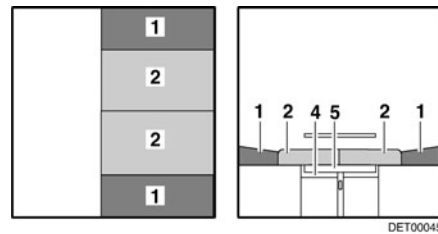

Fig. 104 Después de la transformación
- Tirar de los cojines del asiento (Fig. 104,2) hacia el centro.
- Colocar los cojines del respaldo (Fig. 104,1) entre los cojines del asiento y la pared.
- ▷ Según el modelo, se deberá insertar un cojín adicional en lugar del segundo cojín del respaldo (Fig. 104,1).